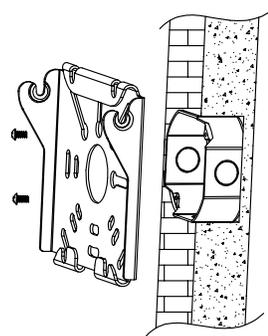

Figure 2
- Utiliser des vis de montage (non incluses) pour rattacher la plaque de montage sur la boîte de jonction (non incluse). Veuillez noter que les crochets de suspension de vis devraient faire face à l'extérieur une fois installés. (Figure 2)